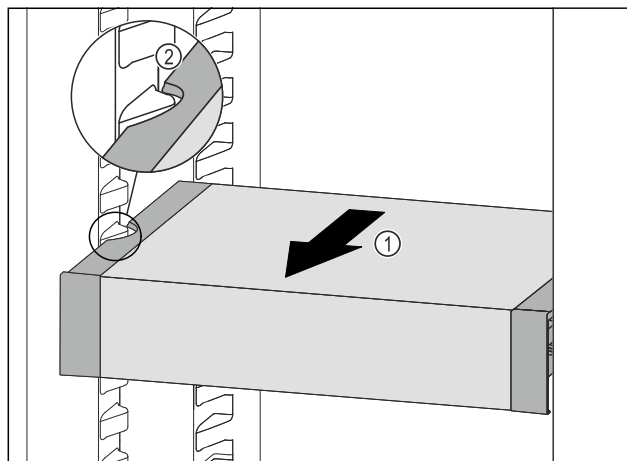

Fig. 94
- VarioSafe naar voren trekken Fig. 94 (1), tot de uitsparingen aan de zijkant van de VarioSafe zich ter hoogte van de rib in het koelgedeelte bevinden. Fig. 94 (2)